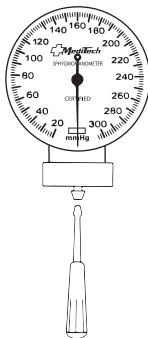

Рисунок 10
- вставьте прилагаемую к изделию отвертку в штучер манометра (Рисунок 10);